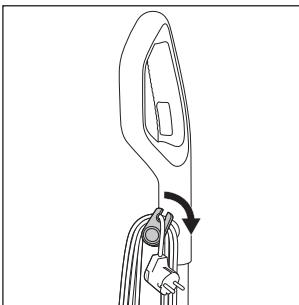

Abb. 16
- ♦ Wickeln Sie das Netzkabel ⑯ vollständig von den Kabelhaltern oben und unten ⑯/⑳ ab. Um das Netzkabel ⑯ schnell von den Kabelhaltern ⑯/⑳ abzuwickeln, ziehen Sie den oberen Kabelhalter ⑯ etwas heraus und drehen Sie diesen nach unten (siehe Abb. 16).